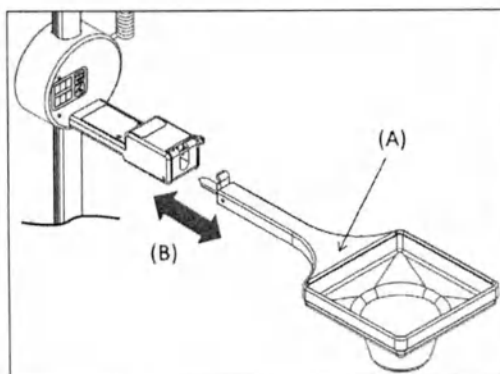
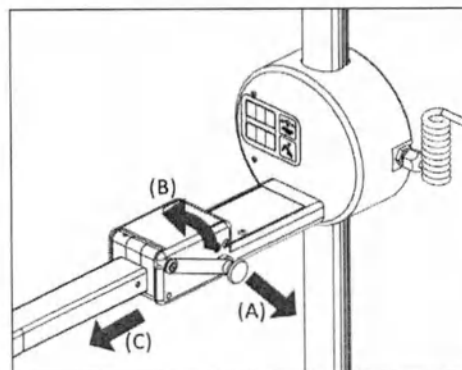

Рисунок 2.6.68
Рисунок 2.6.69
С этой частью изделия функция автоматической парковки недоступна. Для сборки конуса компрессора А (рисунок 2.6.68) просто вставьте держатель в соответствующее гнездо и слегка нажмите В (рисунок 2.6.69), убедившись, что рычаг расположен, как показано на (рисунок 2.6.69). Потяните в противоположном направлении, чтобы снять конус.
- потяните рычаг А на себя (рисунок 2.6.69);
- поверните рычаг В вверх (рисунок 2.6.69);
- выдвиньте конус компрессора С (рисунок 2.6.69).